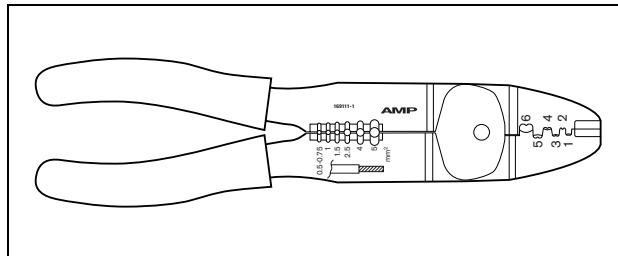

Abbildung 21.14: Tyco-Zange AMP 169111-1
- Tyco-Zange AMP 169111-1 (siehe Abbildung 21.14)